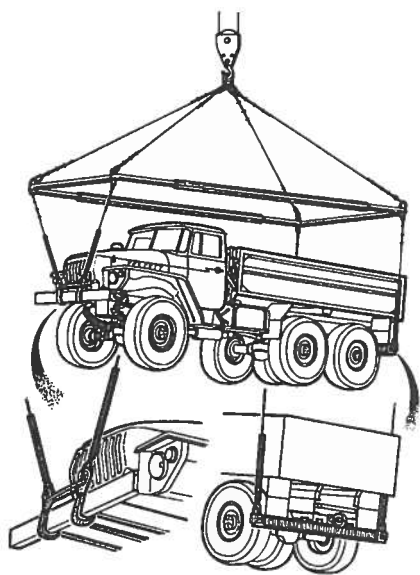

Рис. 128. Схема строповки автомобилей
3. Погружать и выгружать автомобиль краном и специальным чалочным устройством (рис. 128) или своим ходом.